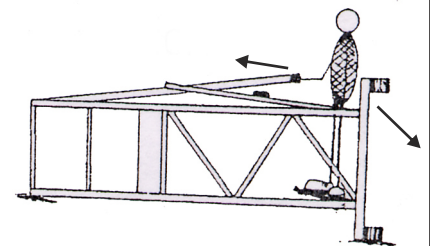

Fig. 3
4. Aprire la scala dalla base (Fig. 3).